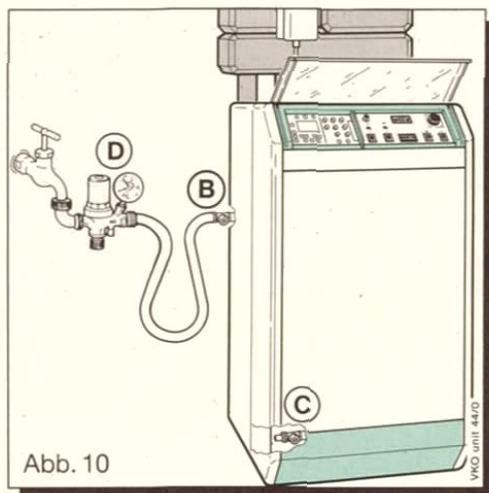

Abb. 10
* Heizungsanlagen-Füllarmatur entspr. DVGW mit Druckminderer, Rückflußverhinderer und Manometer. Gemäß DIN 1988-TRWI ist eine dauernde Verbindung mit der Heizungsanlage nicht zulässig. Die in der Abb. 10 gezeigte Heizungsanlagen-Füllarmatur dient nur als Beispiel für die Ausführung, vorhandene Armaturen können optisch evtl. erheblich abweichen.